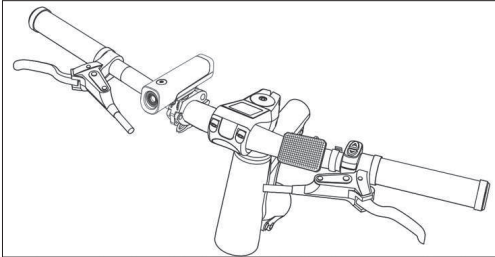

Figure 9-3
- Montez le réflecteur avant et la sonnette sur le guidon, comme indiqué dans [Figure 9-3].